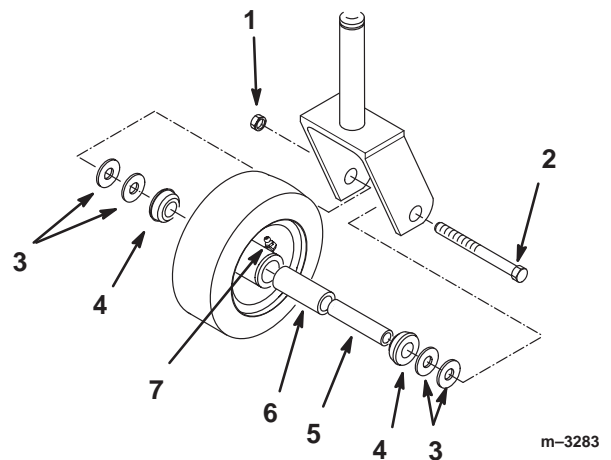

Figure 77
1. Enlevez le contre-écrou et le boulon qui assujettissent la roue pivotante sur la chape (Fig. 77).
2. Enlevez la rondelle et la bague, puis sortez la douille pour clé et le roulement à rouleaux du moyeu de roue (Fig. 77).
3. Enlevez l'autre bague du moyeu, puis nettoyez la graisse et les saletés qui se trouvent éventuellement dans le moyeu (Fig. 77).
4. Examinez l'usure du roulement à rouleaux, des bagues, de la douille pour clé et de l'intérieur du moyeu. Remplacez les pièces endommagées ou usées (Fig. 77).
5. Pour le remontage, placez une bague dans le moyeu de la roue. Lubrifiez le roulement à rouleaux et la douille pour clé, et insérez-les dans le moyeu. Mettez la deuxième bague dans le moyeu (Fig. 77).
6. Montez la roue pivotante dans la chape à l'aide du boulon et du contre-écrou. Serrez le contre-écrou jusqu'à ce que la base de la douille pour clé soit en appui contre l'intérieur de la chape (Fig. 77).